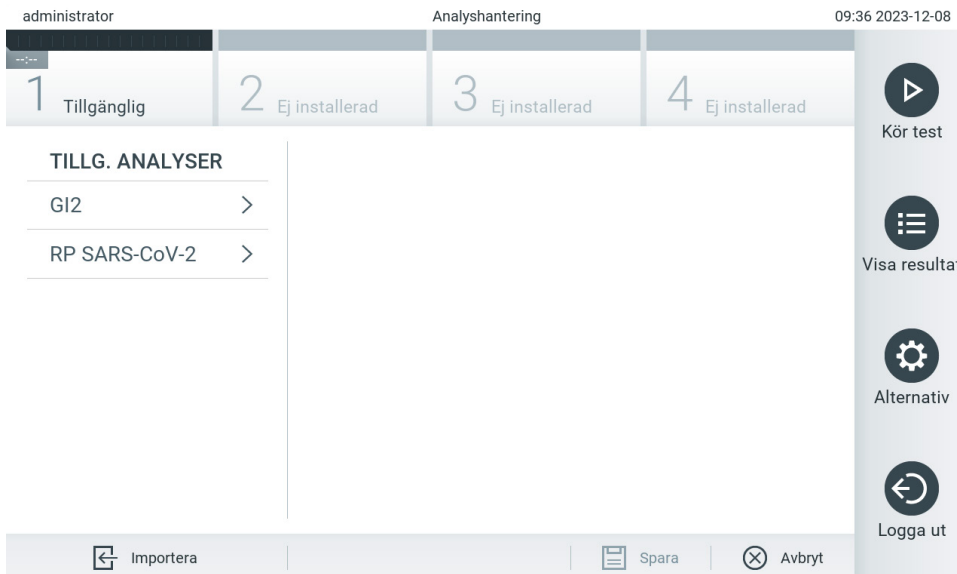

Bild 58. Skärmen Assay Management (Analyshantering).
2. För att importera de nya analyserna till QIAstat-Dx Analyzer 2.0 trycker du på knappen Options (Alternativ) och därefter knappen Assay Management (Analyshantering). Skärmen Assay Management (Analyshantering) visas i skärmens innehållsområde (bild 58)